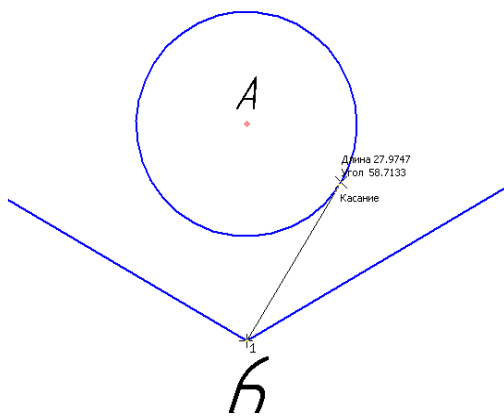
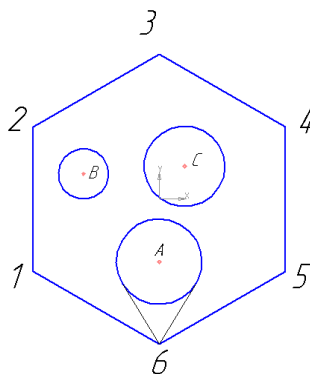

Рис. 8.7
Рис. 8.8
5. Подведите курсор приблизительно к той части окружности, где будет касание. При появлении надписи «Касание» щелчком левой кнопкой мыши зафиксируйте положение касательной прямой, рис. 8.7, подведите курсор к другой стороне окружности и зафиксируйте вторую точку касания. Прервите команду, рис. 8.8